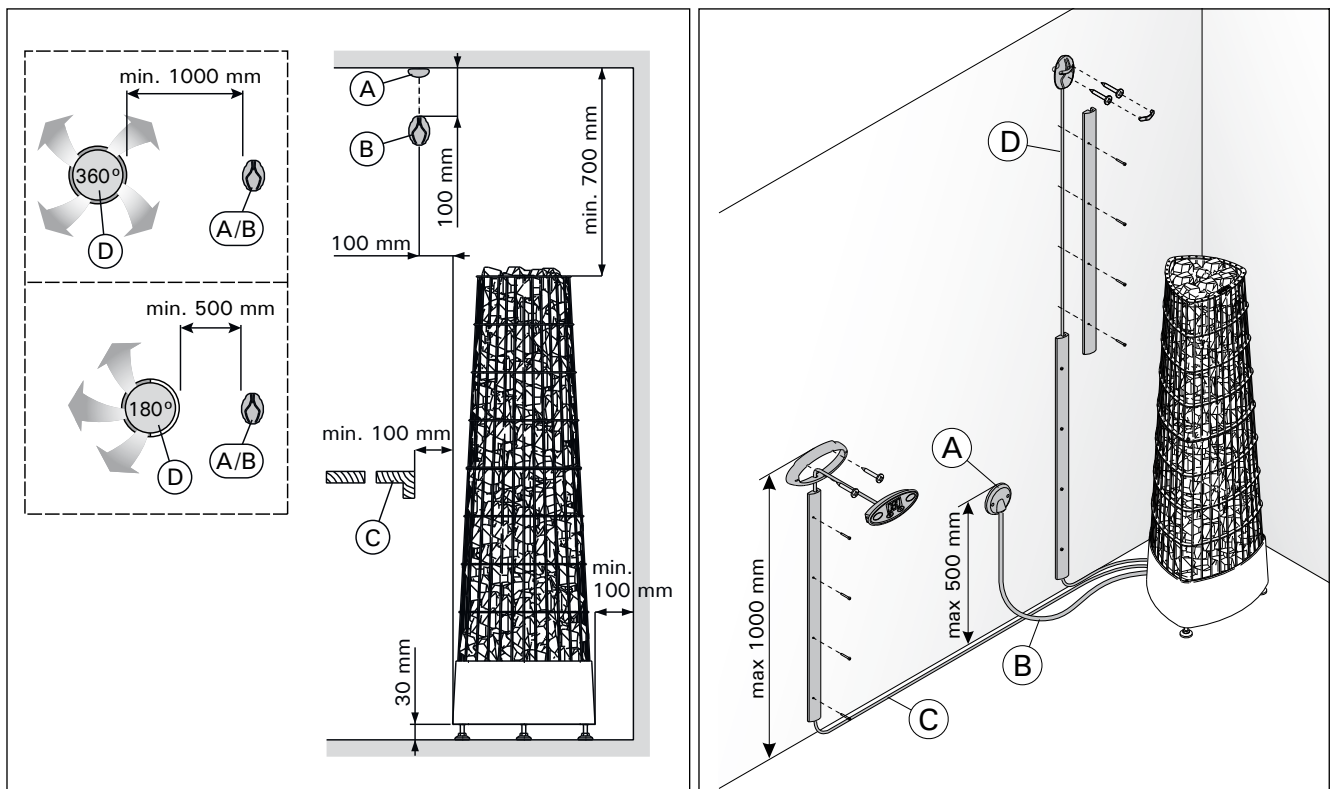
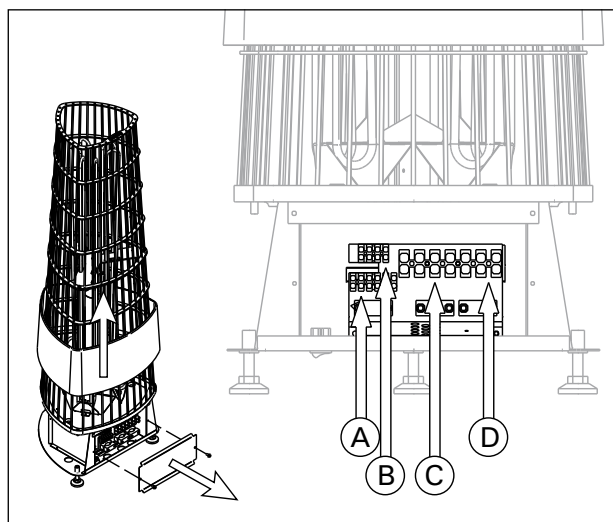

Рисунок 5. Расположение и безопасные расстояния
Рисунок 8. Разъемы нагревателя
Минимальное безопасное расстояние показано на рис. 5. При установке каменки обязательно соблюдение указанных значений. Несоблюдение указанных значений влечет за собой риск возгорания.
Элементы, представленные на рис. 5:
Разъемы нагревателя (рис. 8):
Установите датчик на стену сауны, как показано на рис. 5. Вставьте кабель датчика в разъем нагревателя по принципу цветового соответствия (рис. 8: B).
Внимание! Не устанавливайте датчик на расстоянии менее 1000 мм от ненаправленного вентилятора или на расстоянии менее 500 мм от вентилятора, действующего в направлении от датчика. См. рис. 5. Поток воздуха вблизи датчика охлаждает датчик и приводит к неточности показаний устройства управления. В результате возможен перегрев каменки.
4. Вставьте свободный конец кабель управления в разъем нагревателя по принципу цветового соответствия (рис. 8: A).